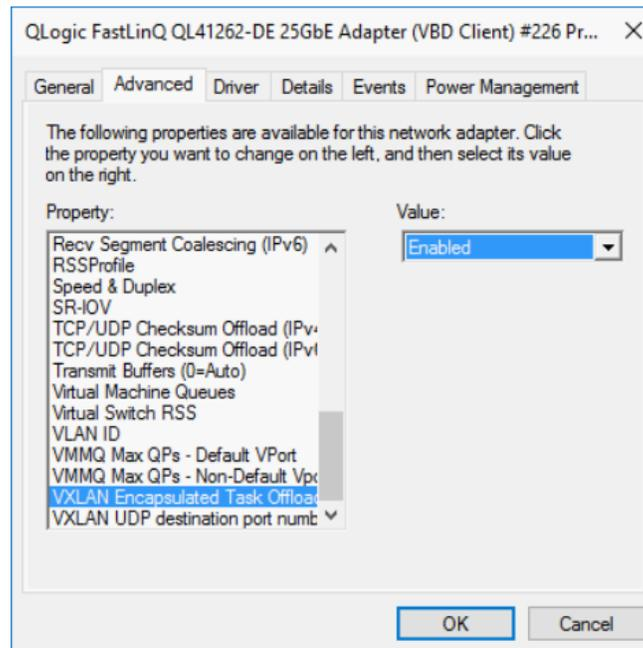

Abbildung 13-17. Erweiterte Eigenschaften: Aktivieren von VXLAN
2. Wählen Sie auf der Seite „Advanced Properties“ (Erweiterte Eigenschaften) (Abbildung 13-17) unter **Property** (Eigenschaft) die Option **VXLAN Encapsulated Task Offload** (Gekapselte VXLAN-Aufgabe – Offload) aus: